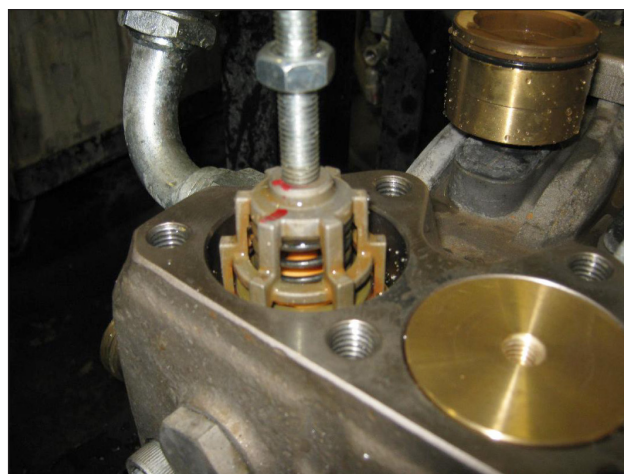

Fig. 16/a
- Svitare le 7 viti M12x35 fissaggio coperchi valvole e rimuovere i coperchi (Fig. 16).